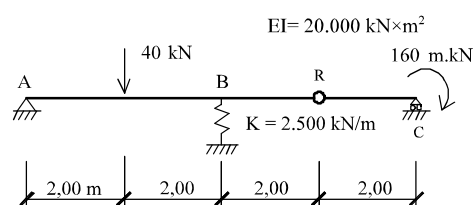

Figura 13
13) La viga de la figura 13 está formada por dos vanos de la misma luz, teniendo el vano derecho una rótula en su sección central. El apoyo intermedio descansa sobre un resorte elástico de constante K . Cuando las cargas actuantes son las representadas en la figura, y suponiendo despreciables las deformaciones por esfuerzo cortante, se pide: